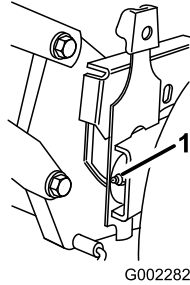

Figura 21
2. Limpie con un trapo limpio los puntos de engrase (Figura 21).
3. Conecte una pistola de engrasar al punto de engrase y bombee suavemente dos o tres veces con grasa de litio de propósito general N° 2 (Figura 21).